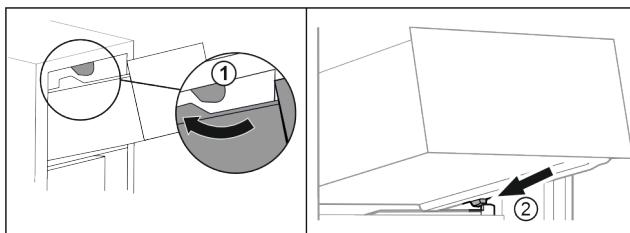

Fig. 21
- Vedeť zásuvku podél horních zarážek Fig. 21 (1).
- Nasadte zásuvku šikmo za dolní zarážky na žebrování na nádoby Fig. 21 (2).